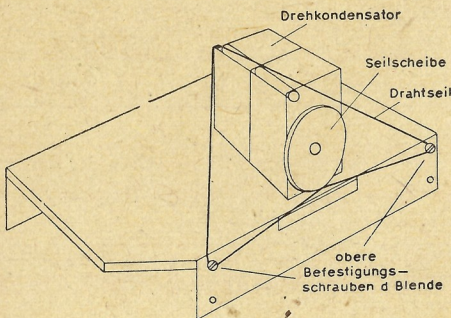

Abb. 3
6. Während eine Hand das Seil gespannt hält, werden mit der anderen die beiden ober. Befestigungsschrauben der Blende provisorisch wieder eingeschraubt und das Drahtseil über diese und die Ecke des Drehkondensators so darübergespannt, wie es die Abb. 3 zeigt.